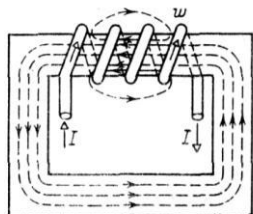

Рис. 7-5.
3. Напряженность магнитного поля катушки  $H=500$  А/м. Какова будет магнитная индукция, если в катушку вставить магнитопровод из трансформаторной стали (рис.7-5), относительная магнитная проницаемость которой 2400? Каков будет магнитный поток?